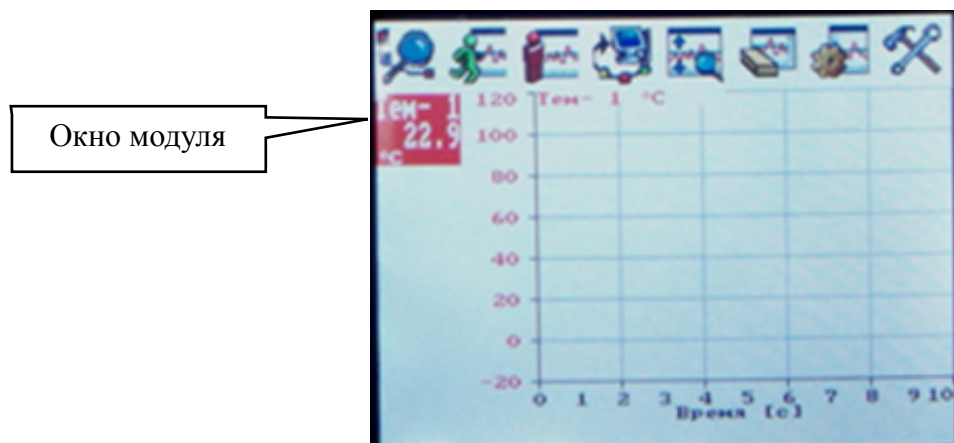

Рис. 2. Экран дисплея
5. Нажмите кнопку **Поиск модулей**  на панели инструментов. Через некоторое время в левом верхнем углу дисплея появится значок измерительного модуля температуры (рис. 2).